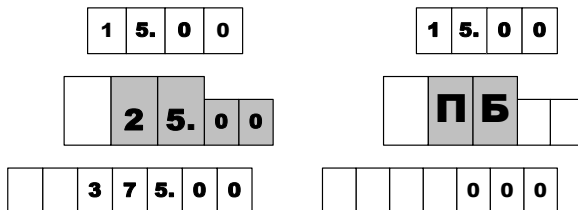

Рисунок 1
9.3 При начале новой заправки, когда колонка готова к отпуску топлива, на указателе разового учета появляется мигающая заданная доза, а в случае отпуска до полного бака – символы "ПБ" (рис. 1).